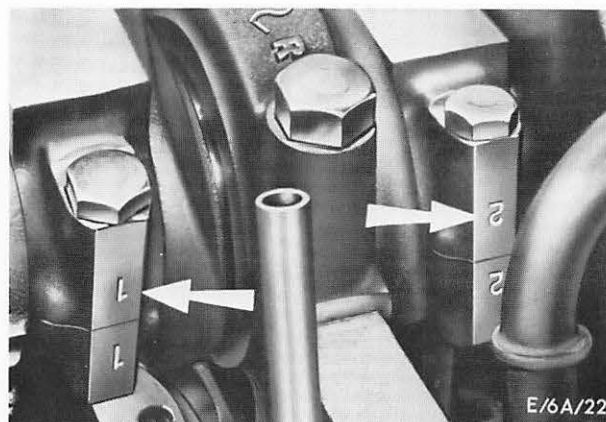

Abb. 45 Kennzeichnung, Pleuel und Hauptlagerdeckel
27. Kennzeichnung aller Pleuel- und Hauptlagerdeckel, Abb. 45, für den späteren Wiedereinbau überprüfen. Kolben auf halbe Hubhöhe stellen und Ölkohlekrans am oberen Zylinderrand mit einem Schaber entfernen, dabei nicht die Kolbenringlaufzone berühren.